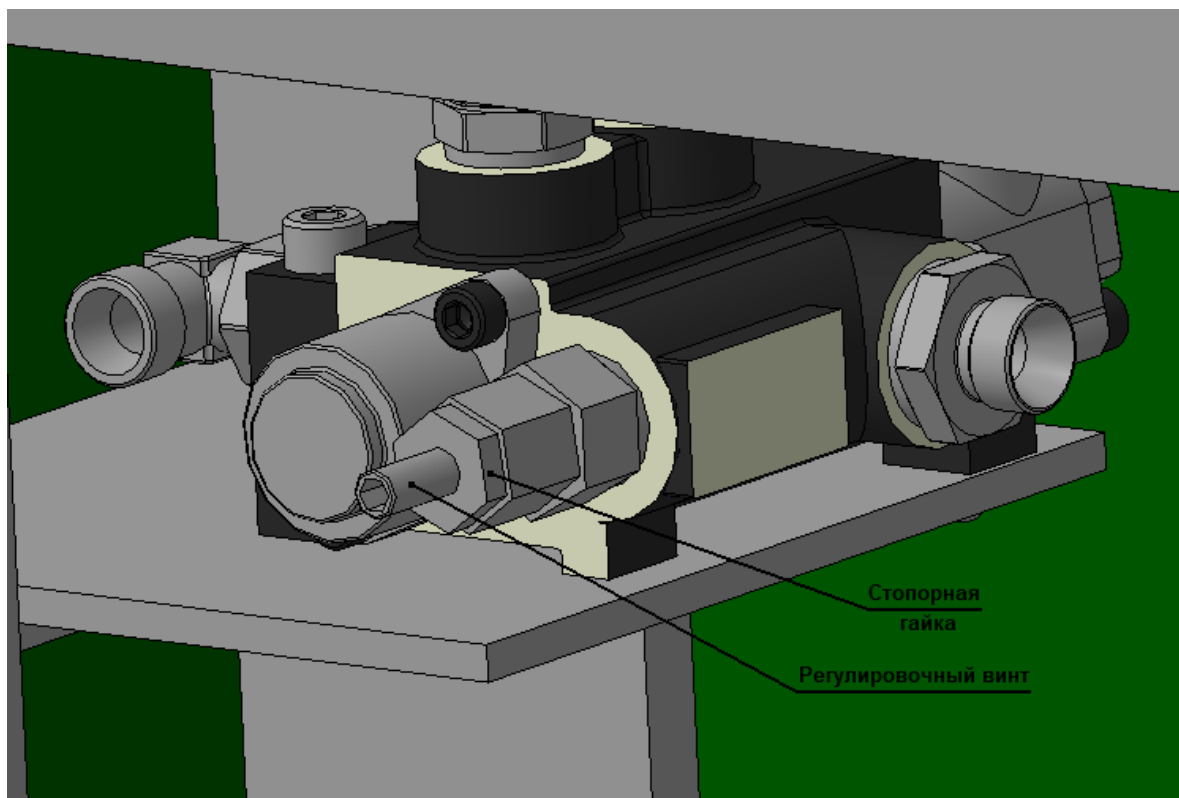

Рис.4 (рукава высокого давления для наглядности не показаны)
9.3. Удерживая шестигранным ключом регулировочный винт ослабьте стопорную гайку (Рис.4).